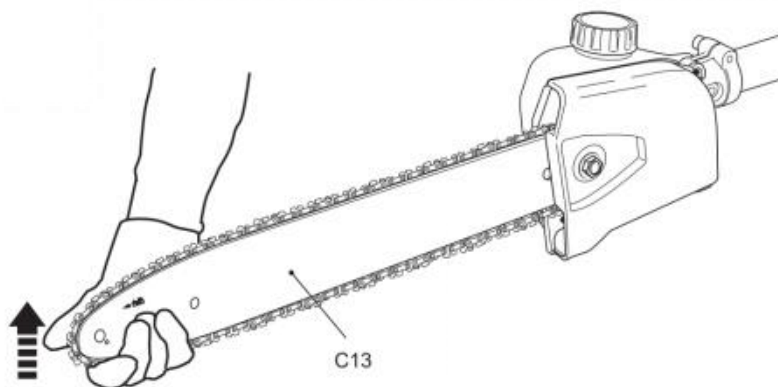

Fig. 13
- 2) Heben Sie die Spitze der Führungsschiene (C13) an und halten Sie sie dort, während Sie die Spannung einstellen (Abb. 13).